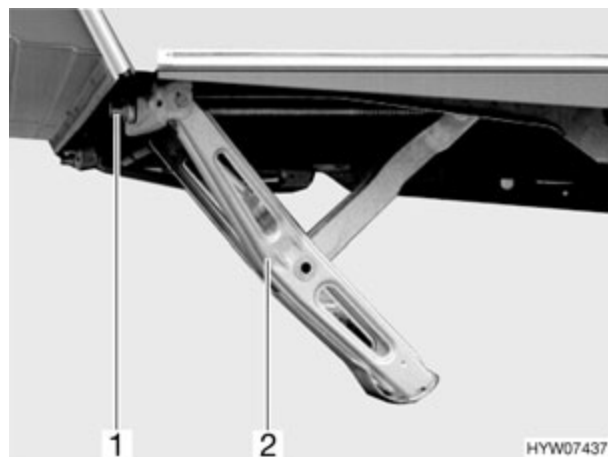

Fig. 18 Apoyo a manivela desplegado
- Insertar y girar la manivela en el hexágono (Fig. 18,1) de los apoyos a manivela (Fig. 18,2). El apoyo a manivela se extrae.